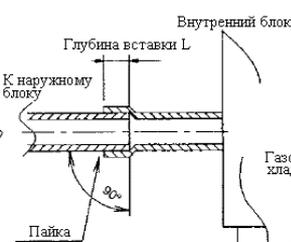

Рис. 8
(Размер «L» поясняется схемой на Рис. 8.)
- После припайки труб (Рис. 8) наденьте теплоизолирующие трубки в местах пайки и зафиксируйте трубы внутри блока (Рис. 9 и 10). Теплоизоляция мест соединения должна располагаться как можно ближе к корпусу блока, чтобы предотвратить вытекание конденсата.
- После припайки труб (Рис. 8) наденьте теплоизолирующие трубки в местах пайки и зафиксируйте трубы внутри блока (Рис. 9 и 10). Теплоизоляция мест соединения должна располагаться как можно ближе к корпусу блока, чтобы предотвратить вытекание конденсата. Теплоизоляционный материал прилагается, но может приобретаться и отдельно.